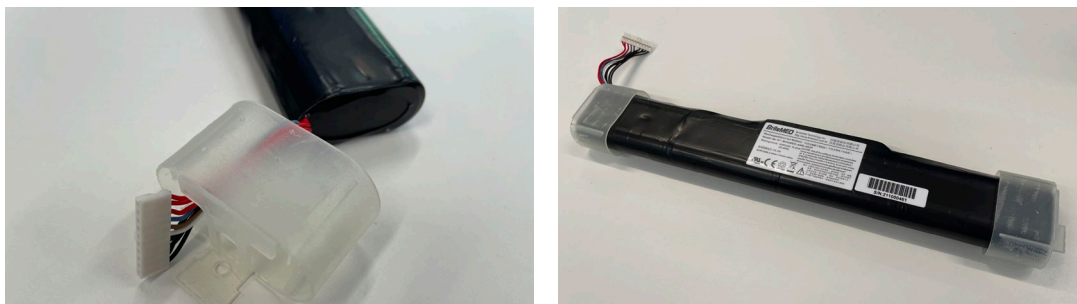

Figura 18 Montare i tappi della batteria come indicato dalle frecce
- d) Montare i tappi sulla batteria nuova (Figura 18)